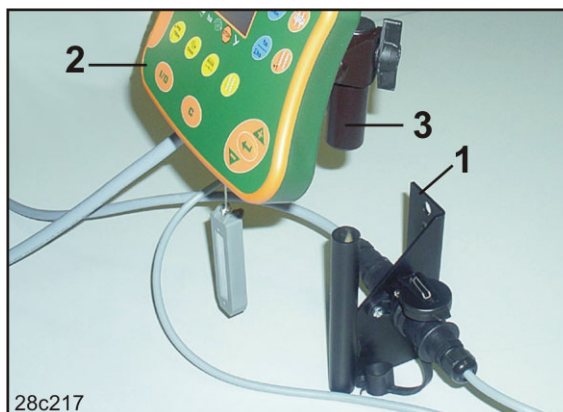

Fig. 11
1. Atornillar el soporte (Fig. 11/1), sin oscilaciones y con conexión eléctrica, a la derecha del conductor en la cabina del tractor, a la vista y al alcance del terminal (Fig. 11/2).
2. Equipar el terminal de mando con la contrapieza (Fig. 11/3).